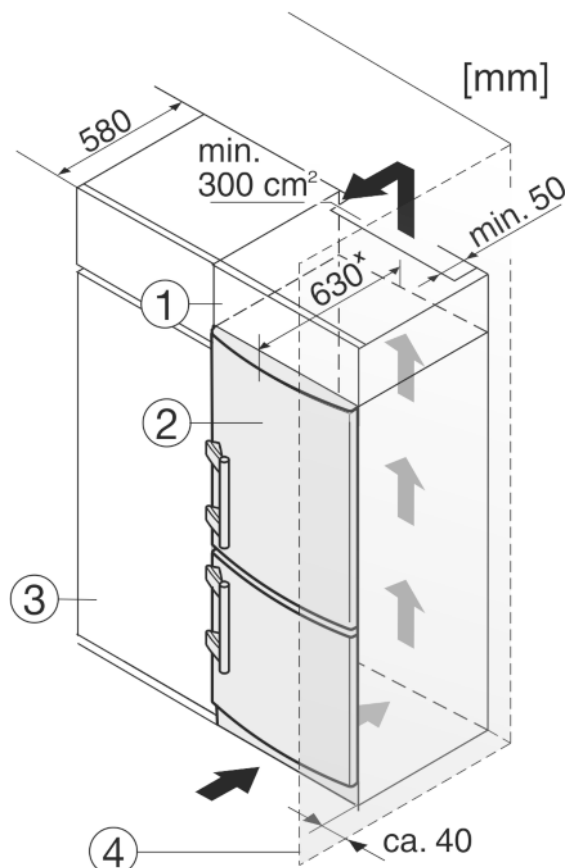

Fig. 8
- (1) Szafka nasadzana
- (2) Urządzenie
- (3) Szafka kuchenna
- (4) Ściana
Urządzenie może zostać obudowane szafkami kuchennymi. Aby dopasować urządzenie Fig. 8 (2) do wysokości ciągu szafek kuchennych, można nad urządzeniem umieścić odpowiednią szafkę nasadzaną Fig. 8 (1).
W przypadku obudowania szafkami kuchennymi (głębokość maks. 580 mm) urządzenie można ustawić bezpośrednio obok szafki kuchennej Fig. 8 (3). Urządzenie wystaje z boku o 34 mm* i na środku urządzenia o 50 mm* w stosunku do frontu szafek kuchennych.
Jeżeli urządzenie będzie ustawiane z zawiasami do ściany *Fig. 8 (4)*, to pomiędzy urządzeniem i ścianą należy zachować minimalny odstęp, wynoszący 40 mm. Na taką odległość wystaje klamka przy otwartych drzwiach.